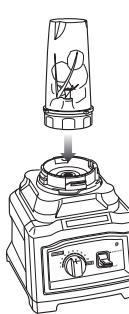
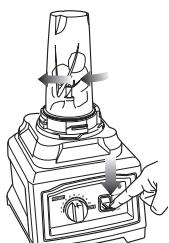

Fig. 10
Fig. 11
- 5 Retournez le gobelet à Nutri Ninja et placez-le à l'envers sur le bloc-moteur, en alignant les onglets du gobelet avec le bloc-moteur. (Fig. 10) Faites tourner le gobelet dans le sens des aiguilles d'une montre jusqu'à ce qu'il soit verrouillé en place; l'appareil est prêt à être utilisé. (Fig. 11)
- 6 Tournez le bouton de commande de vitesse variable jusqu'à l'icône de portion individuelle. Le gobelet Nutri Ninja fonctionne à une seule vitesse, quelle que soit la sélection du bouton de commande. Déplacez le commutateur « Start/Stop/Pulse » (marche/arrêt/impulsion) vers le bas ou vers le haut en appuyant brièvement à plusieurs reprises pour des impulsions de courts intervalles jusqu'à ce que vous ayez atteint votre consistance désirée. (Fig. 11)